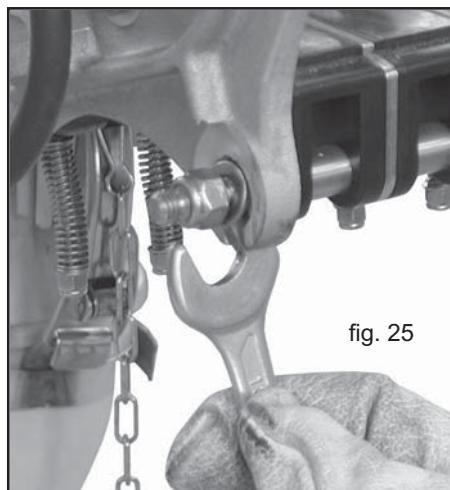

fig. 25
- 2) Estrarre le rondelle dalle sedi (Fig. 25).